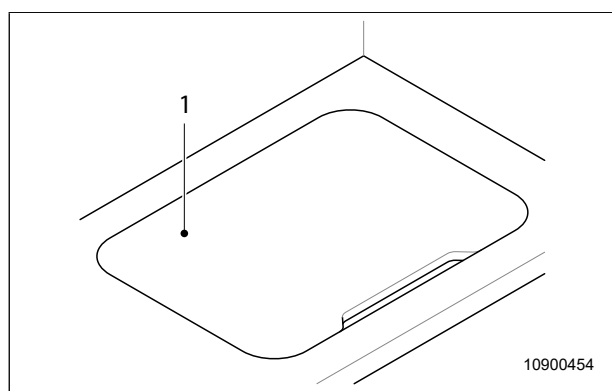

Fig. 26 Copertura del lavabo
La copertura (Fig. 26, pos. 1) può essere conservata negli scomparti sotto il lavabo.